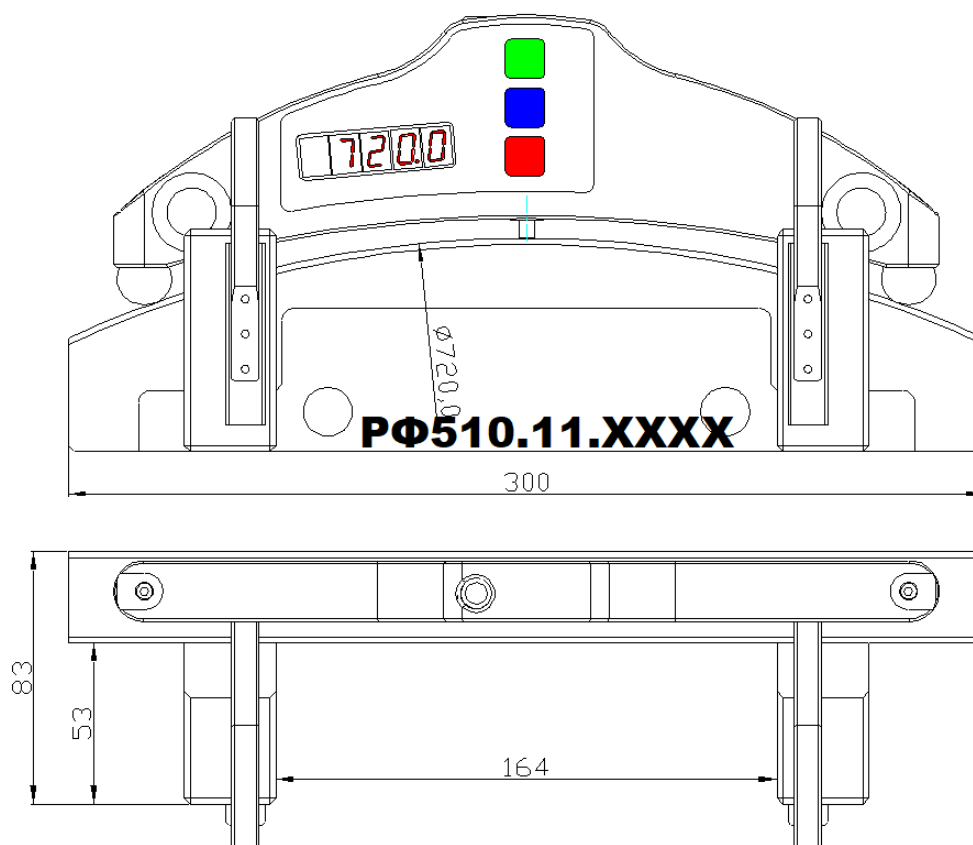

Рисунок 2
- шаблон колеса (колесо) с известным значением диаметра (либо Шаблон-диаметр РФ510.11.850, рис. 2).